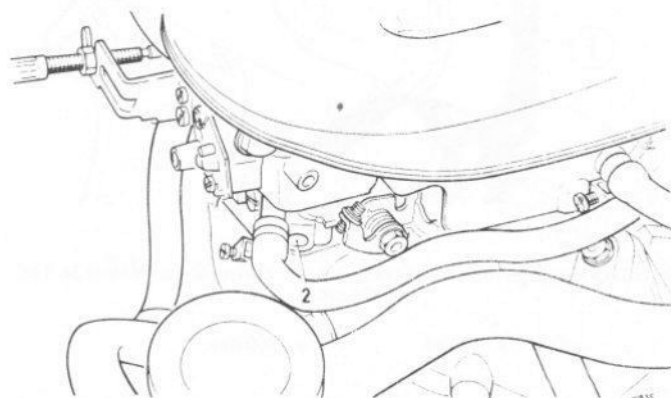

Fig. 13.28 Position de la vis de richesse (2) - carburateur Weber 36 TLC (Sec 8)
13 Si monté, enlever le sceau de la vis de richesse (Fig. 13.28). Placer le levier sélecteur dans la position de stationnement (P) et faire tourner le moteur jusqu'à ce qu'il atteigne sa température d'utilisation. Ne pas déposer le filtre à air.
16 Régler la vis de richesse (Fig. 13.28) pour obtenir le ralenti le plus rapide que possible.
20 Régler la vis de richesse (Fig. 13.28) pour obtenir la teneur en CO prescrite.